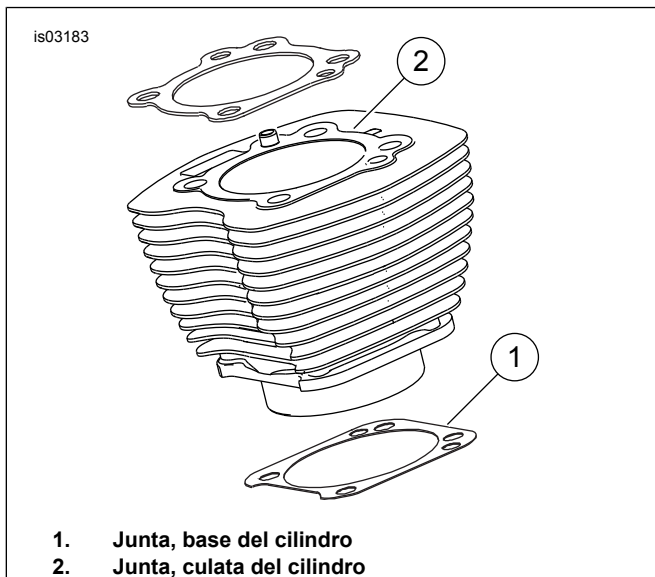

Figura 1. Juntas de los cilindros
Figura 1. La junta de la base (1) del cilindro de 103,12 mm (4,060 pulg.) y la junta de la culata del cilindro (2) eliminan la necesidad de o-rings. No utilice o-rings en los pasadores de localización del cilindro ni en las lumbreras del cilindro.